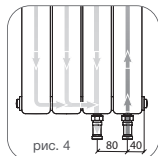

рис. 4
- 8.3. Радиатор подключается к трубопроводам с помощью раздельных у злов (кранов) нижнего подключения прямых или угловых G3/4" (рис. 4).